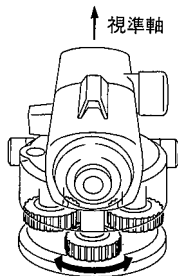

図 7.4
- 2) 視準軸に近い整準ねじ1ヶを左右それぞれ1/8回転し、十字線の動きを見て下さい。(図7.4)